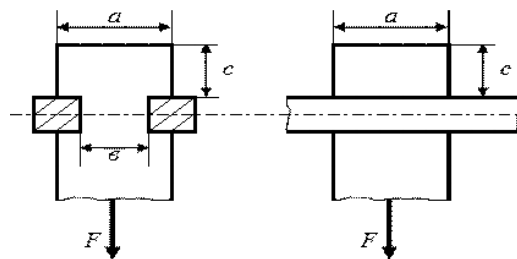

Рис.1
**Пример:** деревянный брус квадратного сечения,  $a = 180$  мм (рис.1) подвешен на двух горизонтальных прямоугольных балках и нагружен растягивающей силой  $F = 40$  кН. Для крепления на горизонтальных балках в брус выполнены две врубки до размера  $b = 120$  мм. Определить возникающие в опасных сечениях бруса напряжения растяжения, среза и смятия, если  $c = 100$  мм.